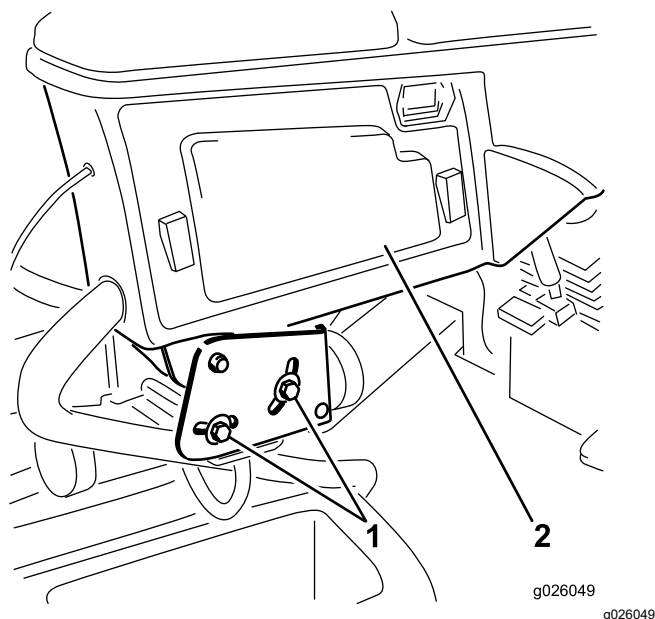

Figure 1
4. Retirez les 2 boulons de réglage qui fixent le bras de commande au socle du siège (Figure 1). Mettez le bras de commande de côté avec précaution.
5. Posez et fixez le bras de commande au moyen des 2 boulons de réglage retirés précédemment (Figure 1). Réglez selon les besoins.
6. Reposez le panneau d'accès sur le bras de commande (Figure 1).